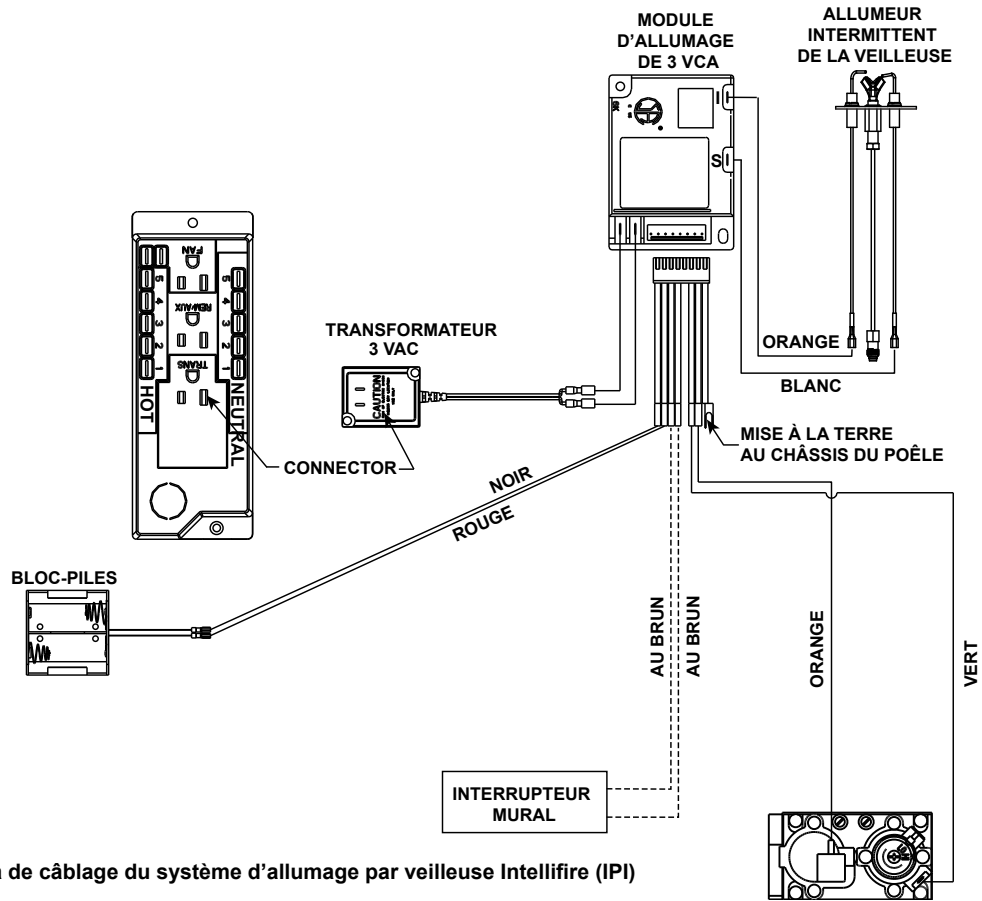

Figure 8.2 Schéma de câblage du système d'allumage par veilleuse Intellifire (IPI)
- Veuillez référer à la figure 8.2 Schéma de câblage du système d'allumage par veilleuse Intellifire (IPI).